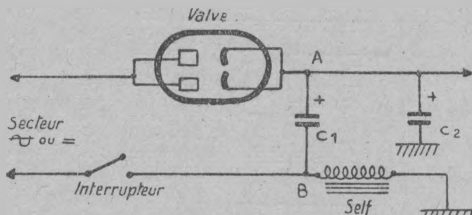

Fig. 18. — Filtrage par le « moins » dans un tous-courants, très utilisé dans les récepteurs miniatures.
2. Récepteur tous courants. — Le montage le plus utilisé est celui de la figure 18. La bobine de filtre est insérée entre l'un des fils du secteur et la masse du châssis. Le premier condensateur de filtrage a son pôle « moins » réuni au pôle du secteur correspondant, qui aboutit à la bobine de filtre. Les deux pôles « plus » des deux condensateurs de filtrage sont encore réunis ensemble. Les mesures se font de la façon suivante :